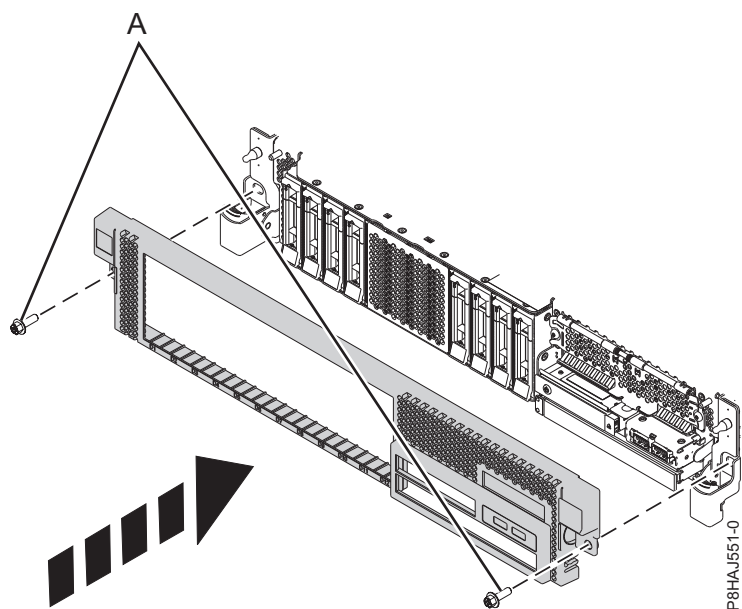

図 32. 前面カバーの取り付け
3. 56 ページの図 32 に示す方向にリリース・ラッチを押して、閉じます。 カチッという音がしてカバーが正しい位置に収まります。カバーにはより簡単につかむことができるくぼみがあります。
4. 配送用ねじ (A) を再取り付けします。